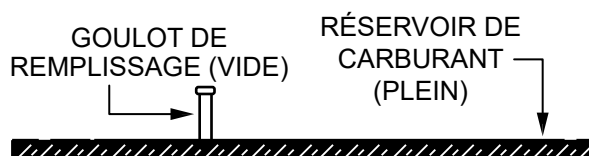
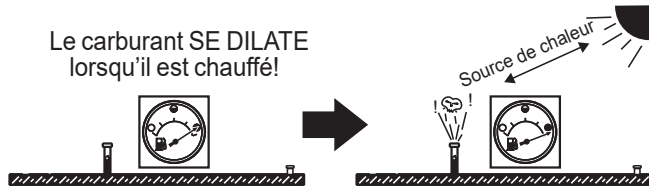

Figure 31. Réservoir de carburant plein
Figure 32. Expansion du carburant
3. Ne remplissez **JAMAIS** trop le réservoir de carburant. Lorsque vous faites le plein, **N'ATTENDEZ PAS** que le carburant monte à l'intérieur du goulot de remplissage (Figure 31). Laissez de la place pour l'expansion du carburant. Le combustible se dilate lorsqu'il est chauffé (Figure 32).